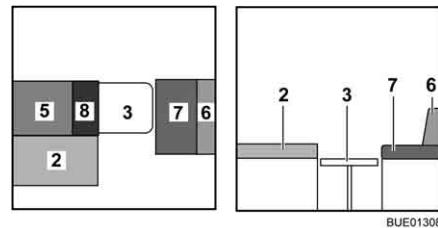

Fig. 141 Pendant la transformation
- Placer le coussin supplémentaire (Fig. 141,8) sur la table.